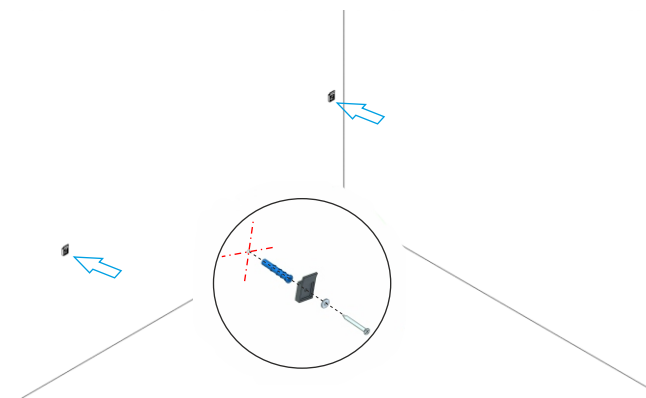

Рисунок 7
4. Просверлить отверстия в стене, прикрепить монтажные крючки к стене, используя крепеж, входящий в комплект (Рис.7).